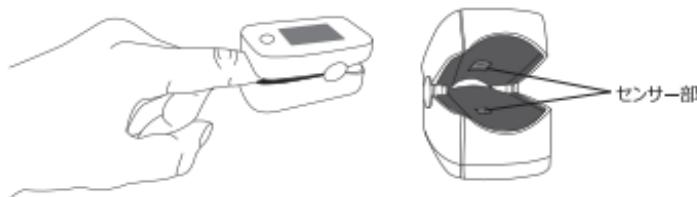

図3 指の配置
- 測定時はセンサー部に指が触れるように正しく装着してください。(図3)